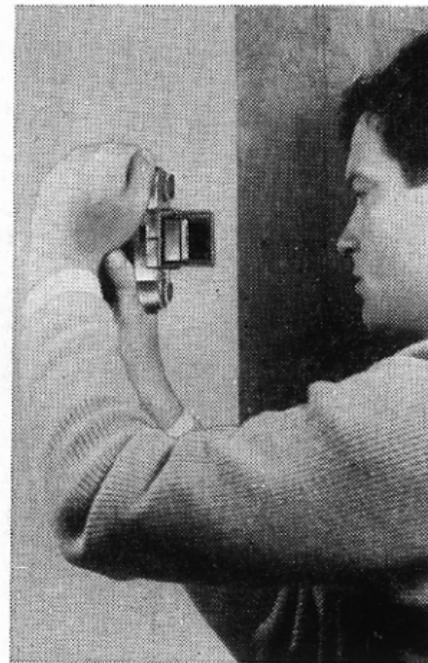
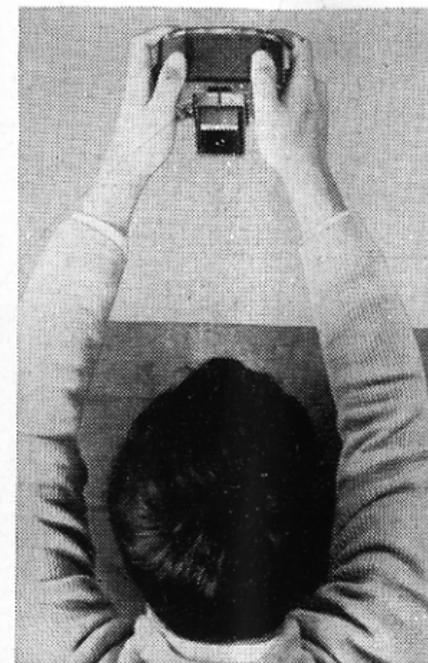

Fig. 13
Fig. 14
la loupe de mise au point est utilisée. Pour les vues en hauteur, on peut opérer à angle droit (Fig. 12) à l'insu du sujet, ce qui est intéressant pour les prises de vues sur le vif (Fig. 13). Le prisme redresseur (voir paragraphe suivant) permet de prendre des vues verticales par visée directe et donne une image de visée redressée et latéralement correcte. En tenant l'appareil au-dessus de la tête (Fig. 14) on est aussi à même de contrôler l'image dans le capuchon de visée (12) et l'on peut, au besoin, prendre des vues par dessus un mur, une foule, etc. Parmi les avantages de l'EXA I a se compte l'interchangeabilité des systèmes de mise